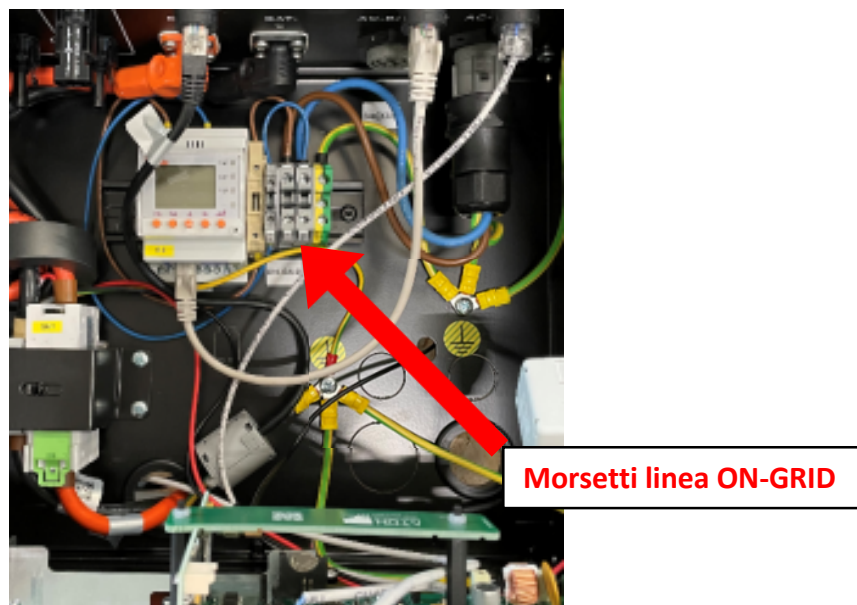

Figura 76 – Collegamento linea ON-GRID
6. Collegare la linea GRID ai morsetti rispettando le indicazioni degli schemi elettrici e di Figura 76:
Se non si riesce ad effettuare la verifica perché l'inverter si è allacciato alla rete e la videata è cambiata come la seguente in Figura 76 (potenza batteria < 0 W), abbassare il magnetotermico sul pannello posteriore del ATH-BOX denominato a schema QB1; attendere un minuto e rialzarlo e verificare la condizione di cui sopra al punto.